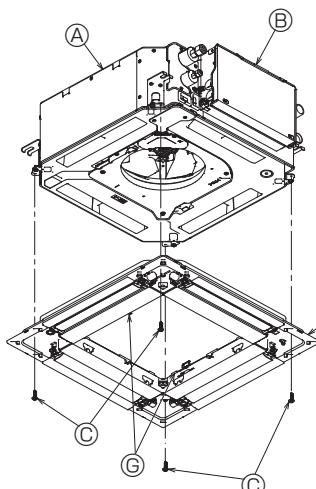

Fig. 5-7
- Fissare la griglia serrando le quattro viti. (Fig. 5-7)